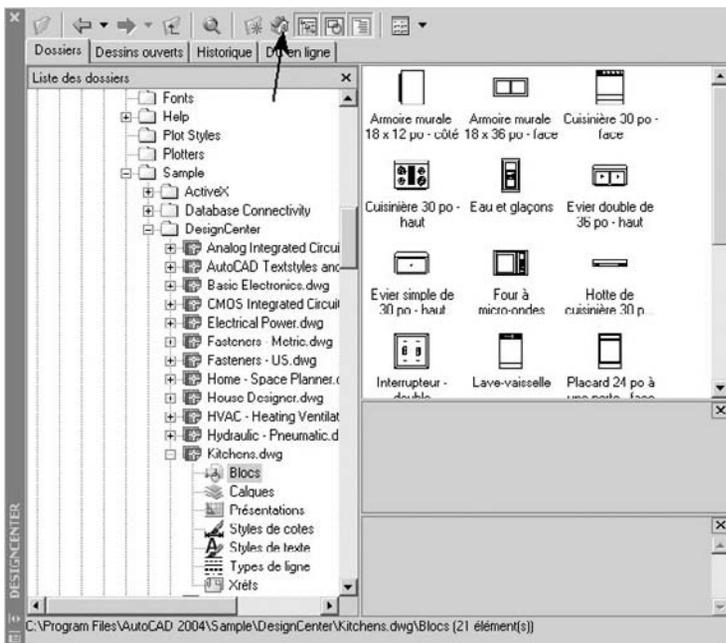

Fig.10.8
- 3 Dans la zone de contenu, cliquer deux fois sur le dessin de bibliothèque de symboles que l'on souhaite charger dans la zone de contenu de DesignCenter, puis sur l'icône **Blocs**. La bibliothèque de symboles sélectionnée est chargée dans la zone de contenu de DesignCenter (fig.10.8).